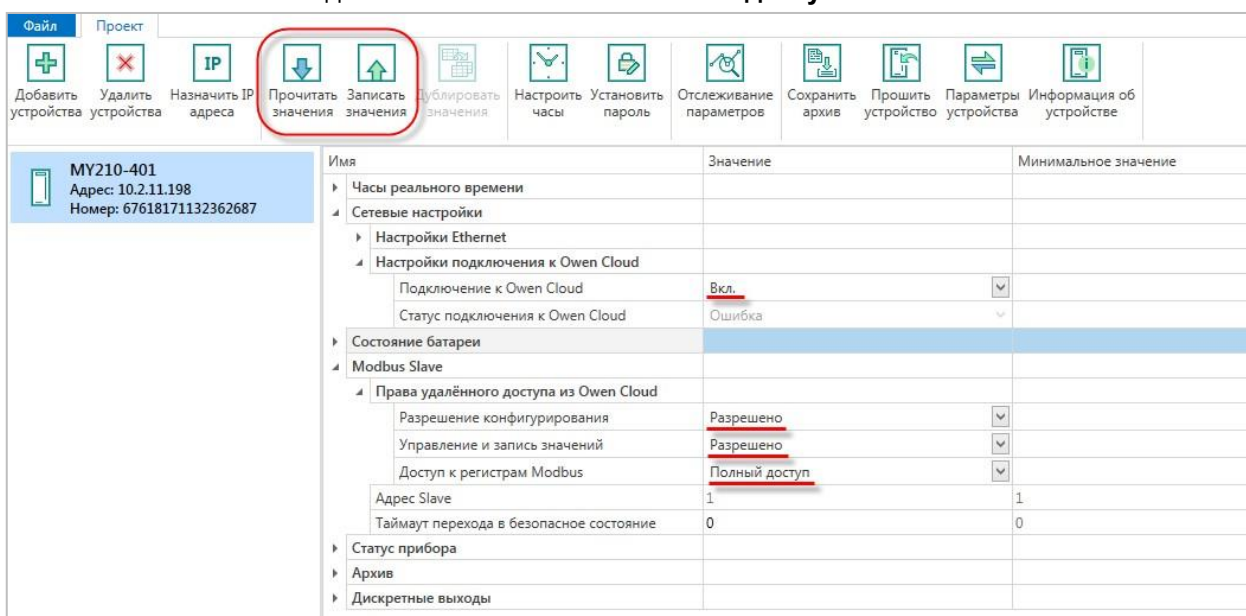

Рисунок 5.9.1. Изменение настроек Mx210 для подключения к OwenCloud
1. Подключитесь к модулю с помощью ПО OWEN Конфигуратор и нажмите кнопку **Прочитать значения**. Измените значения следующих параметров (см. рисунок 5.9.1):
- **Идентификатор** – введите **заводской номер модуля** (указан на корпусе модуля, а также в конфигураторе – см. рисунок 5.9.1);